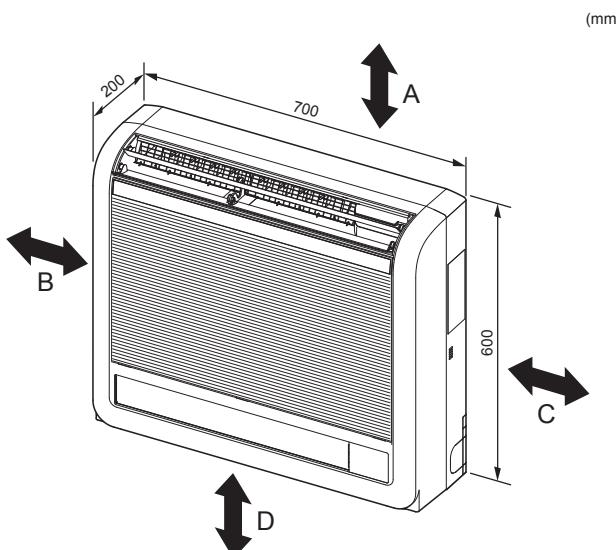

Fig. 2-1
①	Σωλήνας αποχέτευσης	1
②	Κάλυμμα σωλήνα	1
③	Ταινία στήριξης	2
④	Βάση ανάρτησης εσωτερικής μονάδας	1
⑤	Βίδα στήριξης για το ④ 4 × 25 mm	5
⑥	Ξυλόβιδα για τη στερέωση της εσωτερικής μονάδας	4
⑦	Ροδέλα του ⑥	4
⑧	Ταινία πλήματος (Χρησιμοποιείται για αριστερή ή πίσω-αριστερή σωλήνωση)	1
⑨	Καλώδιο ελεγκτή εξ αποστάσεως MA	1
2.1. Εξωτερικές διαστάσεις (Εσωτερική μονάδα) (Fig. 2-1)